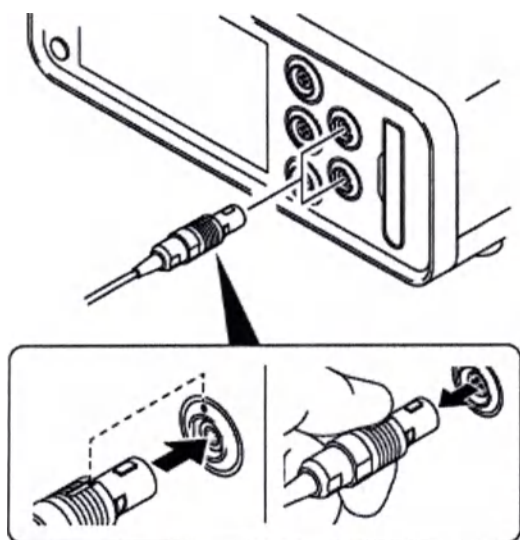

Рисунок 7 – Подключение/отключение
- Ножной(-ые) переключатель (-и) (Рисунок 7)
- Ножной(-ые) переключатель(-и) (Рисунок 7)